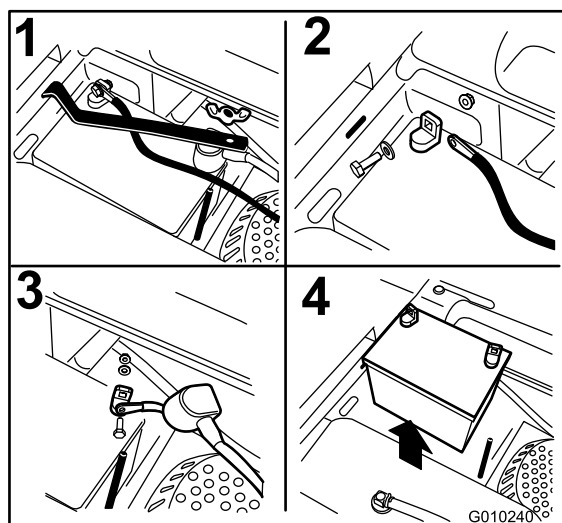

Figura 53
3. Togliete il dado ad alette che fissa la fascetta della batteria (Figura 53).
4. Togliete la fascetta (Figura 53).
5. Scollegate prima il cavo negativo della batteria (nero) dal morsetto negativo (-) della batteria (Figura 53).
6. Sfilate la guaina rossa dal morsetto positivo (rosso) della batteria e togliete il cavo positivo (+) della batteria (Figura 53).
1. Posizionate la batteria nel vassoio, con i poli in posizione opposta al serbatoio del carburante (Figura 53).
4. Fissate i cavi con 2 bulloni, 2 rondelle e 2 dadi di bloccaggio (Figura 53).
6. Montate la fascetta e fissatela con il dado ad alette (Figura 53).